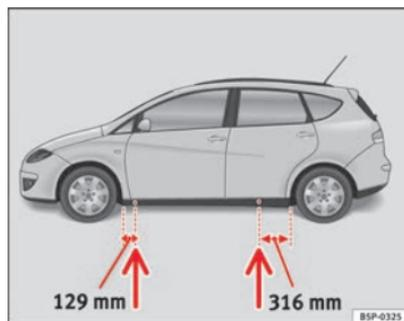

Fig. 181 Puntos de apoyo del gato
- Busque en el larguero inferior del vehículo el punto de apoyo mas cercano a la rueda pinchada ⇒ fig. 181.
En el larguero inferior van marcados los lugares en los que se puede apoyar el gato ⇒ fig. 181. Se ha previsto un lugar para cada rueda. El gato no debe colocarse en otros lugares.